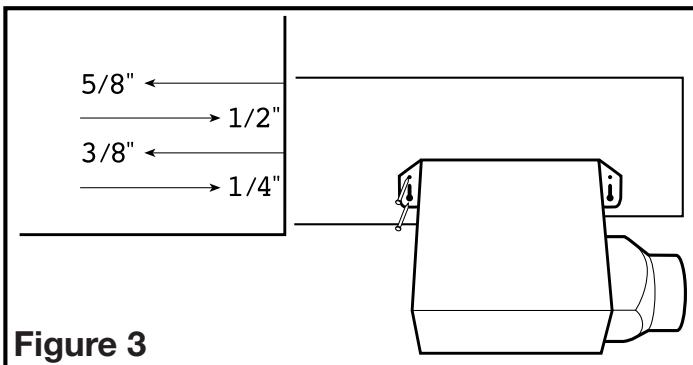
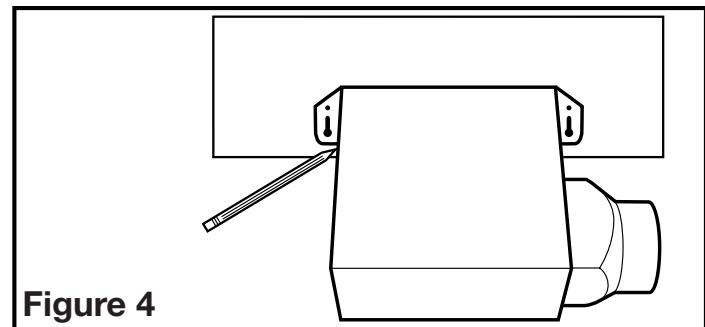

Figure 3
Figure 4
- En utilisant les marques sur le cabinet du ventilateur (**Figure 3**), aligner le cabinet pour qu'il effleure le plafond fini ou le mur. Positionner le ventilateur de sorte que les onglets reposent contre la solive ou le montant et le fixer à l'aide de quatre clous (non-fournis) pour assurer une installation adéquate.
- Positionner le cabinet contre la solive ou le montant et tracer le contour du cabinet sur le matériau du mur / plafond (**Figure 4**). Mettre le cabinet de côté et découper l'ouverture, en prenant bien soin de ne pas couper ou endommager d'utilité électrique ou dissimulée. Placer le cabinet près de la solive ou du montant et vous assurer qu'il soit à effleurement avec le plafond fini ou avec le mur. Fixer avec quatre clous (non-fournis) pour assurer une installation adéquate (**Figure 3**).